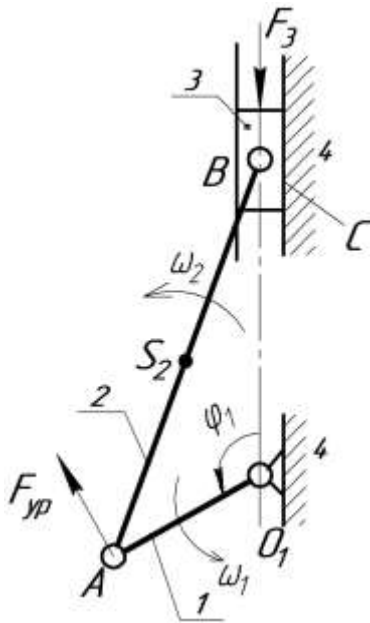

Рисунок 1
**Задача 1.** Кривошип 1 кривошипно-ползунного механизма (рис. 1) вращается с постоянной частотой  $n_1$ . Длина кривошипа 1  $l_{O_1A}$  и шатуна 2  $l_{AB}$  заданы в таблице 2.